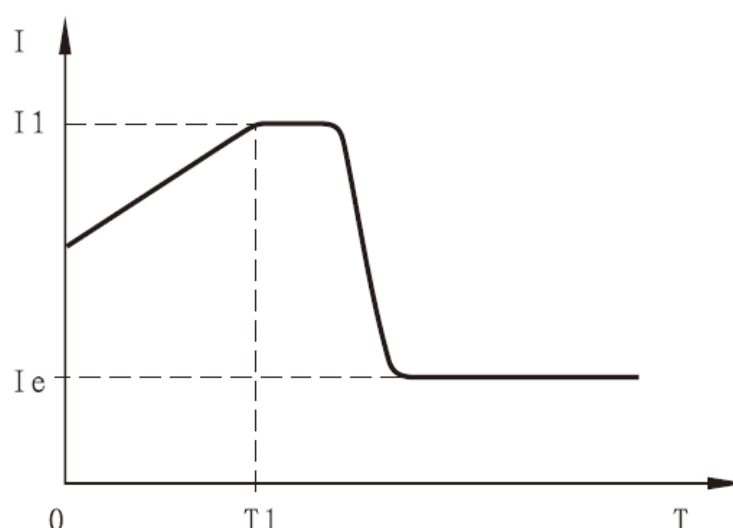

Figura 12-4-1
- El motor estará en el modo de arranque de corriente cuando el código F9 se establezca en 4 (rampa de corriente). La figura 12-4-1 muestra la onda de corriente de salida del modo de arranque de la rampa de corriente, I1 es el valor de tiempo ajustado por el código F1.